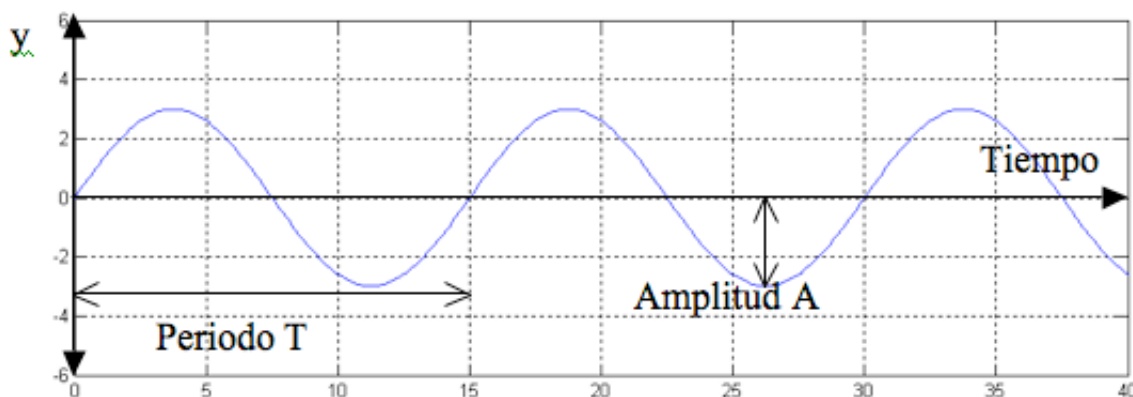

Figura 2: Evolución temporal de la perturbación armónica en $x = 0$ ($T = 15$ y $A = 3$)
donde hemos definido $T = \lambda/c$. Interpretamos ahora este nuevo parámetro. Por simplicidad consideremos $x = 0$, de manera que (4) se reduce a $y(0, t) = A \sin(2\pi t/T)$ cuyo gráfico se muestra en la figura 2. Claramente la partícula en $x = 0$ (y cualquier otra partícula) experimenta oscilaciones armónicas de amplitud A y período T . Entonces la ecuación (4) describe una onda armónica, de amplitud A y con longitud de onda λ y período T que viaja hacia la derecha.